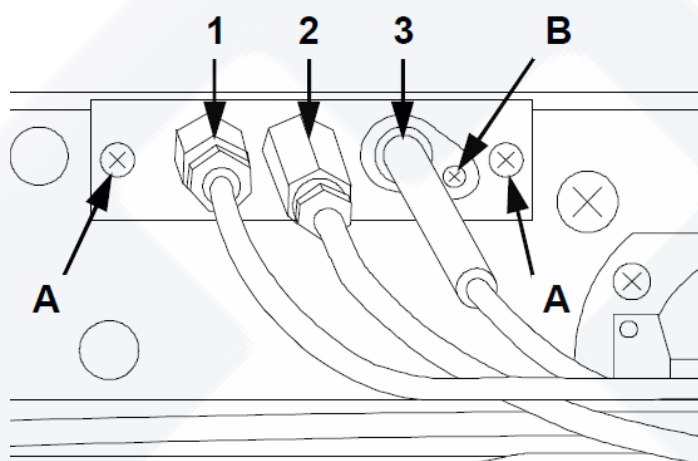

FIG.18 (sustitución termopar, piloto y bujía)
- Destornillar el termopar con una llave especial fija (FIG.18- Ref.1);
- Destornillar los dos tornillos de soporte (FIG.18-Ref.A);
- Montar el nuevo piloto (FIG.18-Ref.2) según las fases arriba descritas.
- Quitar la bujía destornillando los tornillos (FIG.18-Ref.B);
- Montar la nueva bujía (FIG.18-Ref.3) siguiendo las fases arriba indicadas.